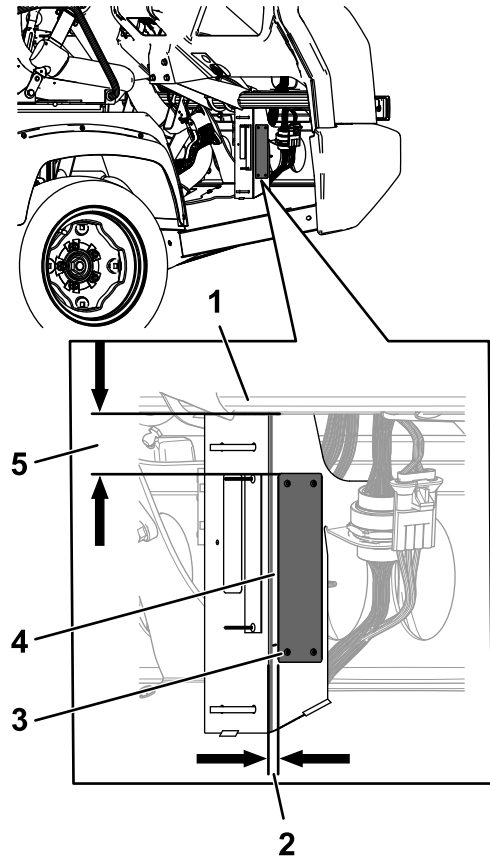

Bild 8
1. Befestigen Sie das Typenschild mit vier Blindnieten (3 x 10 mm) in der abgebildeten Position **Bild 8**.